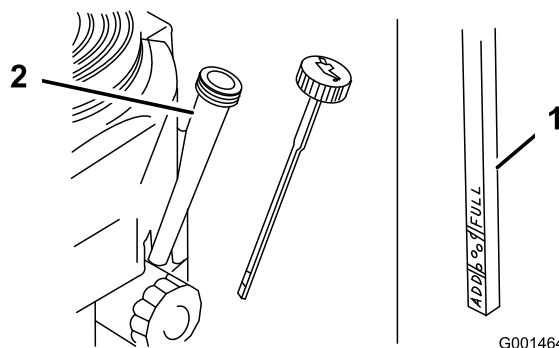

Figura 22
4. Pulite attorno all'asta di livello (Figura 22) in modo che la morchia non possa penetrare nel foro di rifornimento e danneggiare il motore.
5. Svitare l'asta di livello dell'olio e pulitene l'estremità (Figura 22).
6. Inserite a fondo l'asta di livello nel tubo di rifornimento, senza avvitare (Figura 22).
9. Versate lentamente nel tubo di rifornimento (Figura 22) l'80% circa dell'olio indicato.